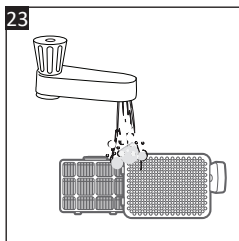

Fig. 23
4. Tenez le filtre de sortie d'air (23) avec le côté sale vers le bas et rincez-le sous le robinet avec de l'eau tiède jusqu'à ce que l'eau soit claire (**Fig. 23**). Rincez le couvercle de la sortie d'air (24).